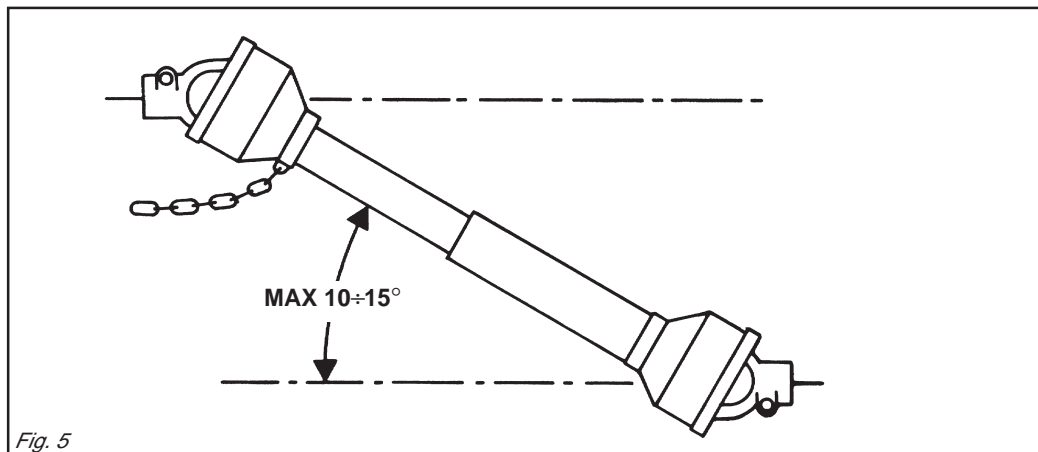

Fig. 5
- 39)** Disinserire, sempre, la presa di forza quando l'albero cardanico fa un angolo troppo aperto (mai oltre i 10÷15 gradi - Fig. 5) e quando non viene usata.
- 39)** *Always disengage the pto when the cardan shaft is set at an excessively open angle (never beyond 10÷15 degrees - Fig. 5) and when it is not in use.*
- 39)** Die Zapfwelle immer ausschalten, wenn die Gelenkwelle einen zu großen Winkel einnimmt (nie über 10÷15 Grad - Abb. 5) und wenn sie nicht gebraucht wird.
- 39)** *Débrayez toujours la prise de force quand l'angle de l'arbre à cardans est trop ouvert (jamais plus de 10÷15 degrés Fig. 5) et lorsque vous ne devez pas l'utiliser.*
- 39)** Desactivar, siempre, la toma de fuerza cuando el árbol cardánico hace un ángulo demasiado abierto (nunca superar los 10÷15 grados - Fig. 5) y cuando no la usamos.